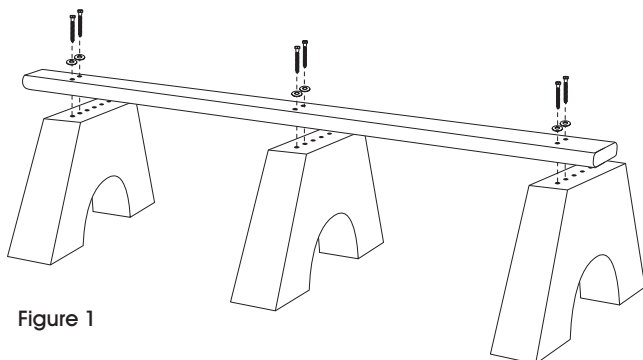

Figure 1
4. Fixez la planchette aux bases de banc à l'aide des vis tire-fonds de 3 ½ po, des rondelles, de la perceuse et de la douille tournevis de 7/16 po (le vissage s'effectue à l'étape 6). (Voir Figure 1)